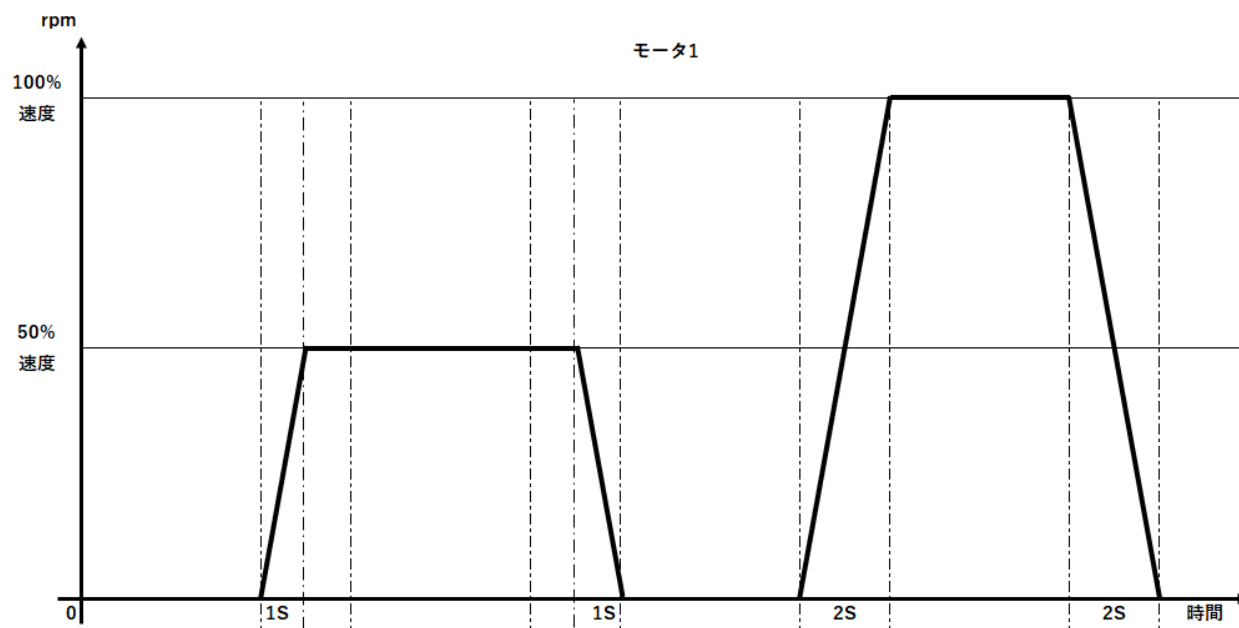

図 2 VSD によるスピード制御
- ・モータスピードのランプアップ及びランプダウンは VSD で制御し、図 2 に従い 0%⇒100%または、100%⇒0%まで 2 秒で到達すること。